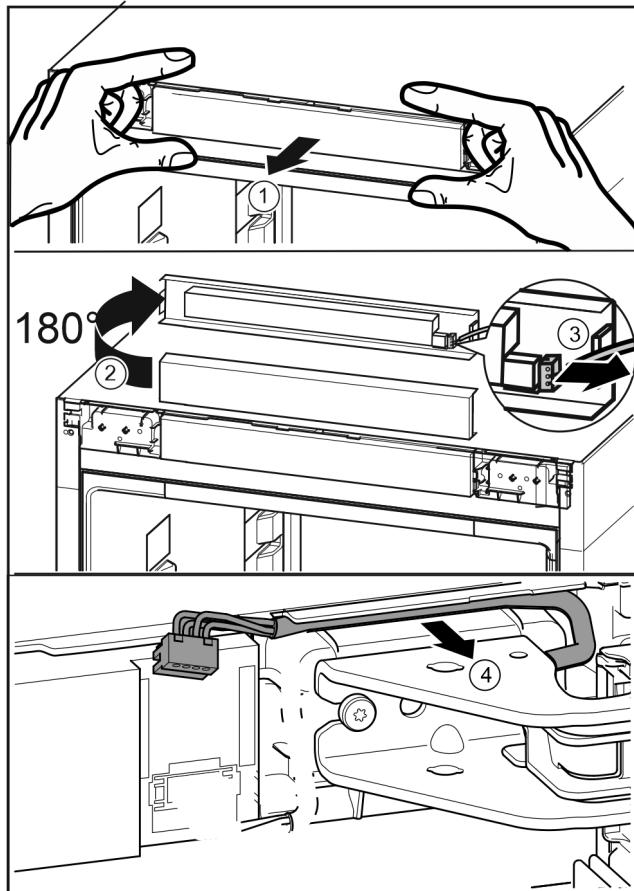

Fig. 8
- ▶ 小心地向前松开控制面板 Fig. 8 (1)。
- ▶ 将控制面板 Fig. 8 (2)向上旋转 180°。
- ▶ 向后按住止动凸缘 Fig. 8 (3)，并小心地拉出插头。
- ▶ 将托架上方电缆 Fig. 8 (4)小心地从导向装置上松开。